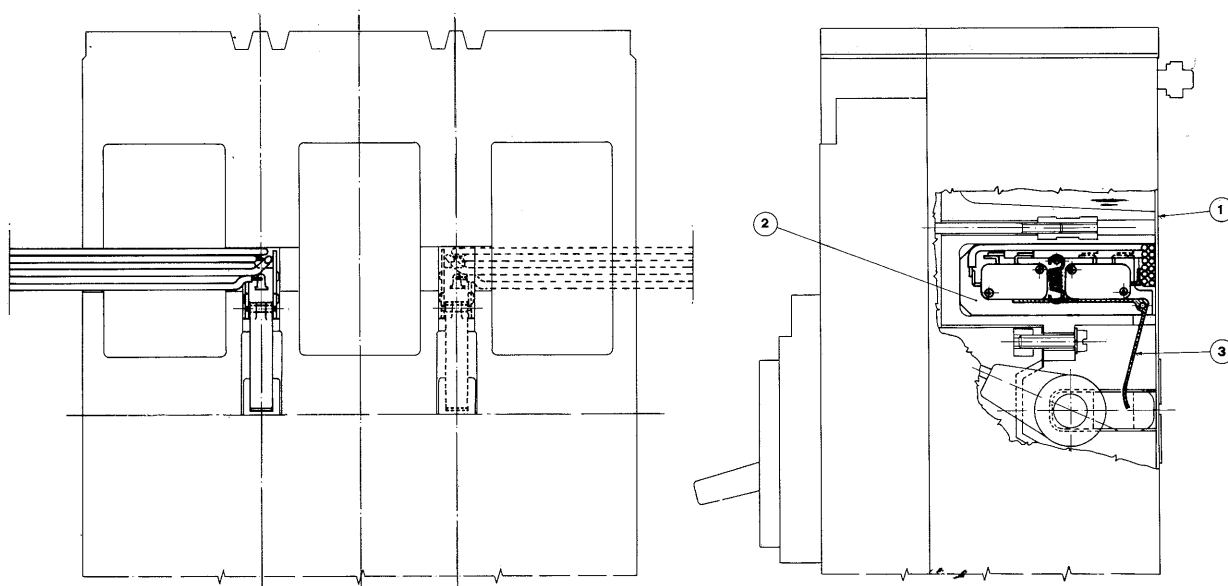

Fig. 17
**9.3.2. Commutatori ausiliari per la segnalazione di interruttore aperto per intervento sganciatori (fig. 17)**
**9.3.2. Auxiliary switches for breaker tripped indication (fig. 17)**